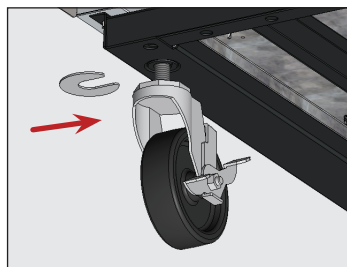

Fig. 9 Inserire la/le zeppa/e della rotella orientabile. Assicurarsi di stringere bene il perno della rotella orientabile.
5. Sul lato inferiore dell'elettrodomestico, allentare il bullone della rotella orientabile a sufficienza per far scorrere le zeppe della rotella tra il cuscinetto della rotella orientabile e la guida inferiore dell'elettrodomestico. Si veda la fig. 9
6. Installare il numero desiderato di zeppe. Si veda la fig. 9